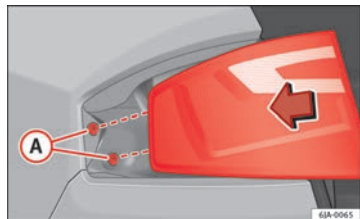

Abb. 166 Heckleuchten-
- Drücken Sie Heckleuchteneinheit nach hinten (in Fahrtrichtung), sodass die Befestigungen in die Gummibuchsen ⇒ Abb. 166 **A** greifen.